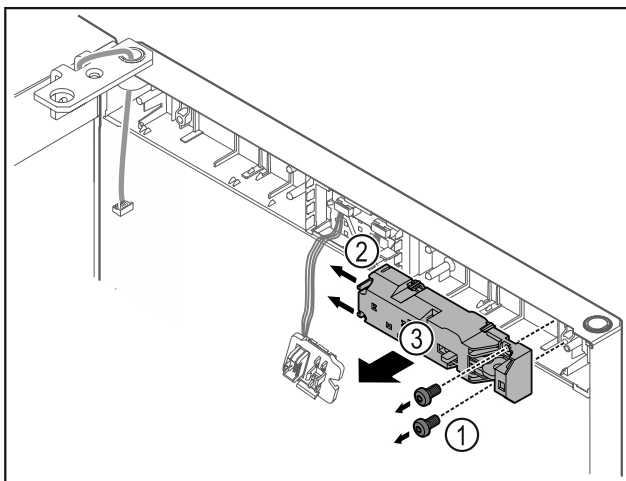

Fig. 15
- ▶ Vegye ki a csavarokat Fig. 15 (1).
- ▶ Tolja el oldalra a reteszelő nyelveket Fig. 15 (2), majd vegye le a zárat Fig. 15 (3).